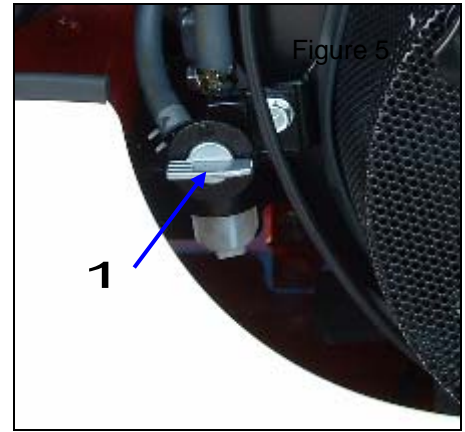

Figure 5
Le robinet d'essence (Figure 5, repère 1) permet de couper l'alimentation en carburant lorsqu'il est en position horizontale. Il alimente le moteur lorsqu'il est position verticale.
- Tournez le levier d'essence en position vertical (Figure 5, repère 1).
- Fermez le robinet d'essence (Figure 5, repère 1).